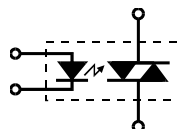

Fig.13.- Símbolo de un Octoacoplador.
- Conjunto formado por un fototiristor y un diodo LED en la misma cápsula. También se denominan OPTOACOPLADORES (Fig. 13).